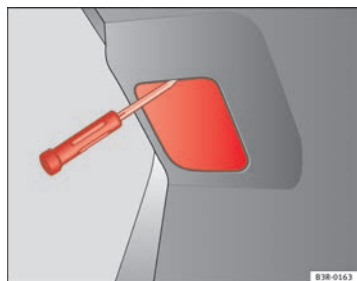

Fig. 219 Retirar la cubierta del portón del maletero
- Introduzca el destornillador desde arriba por la ranura ⇒ **fig. 219** y extraiga la cubierta haciendo palanca.